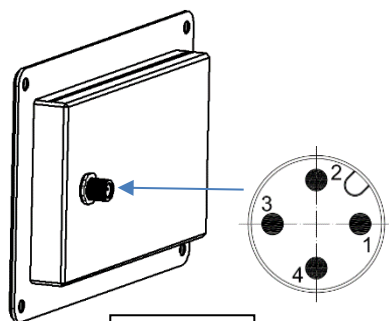

Fig. 5.1.1
- Installare correttamente il cavo di alimentazione al connettore femmina (Fig. 5.1.1).